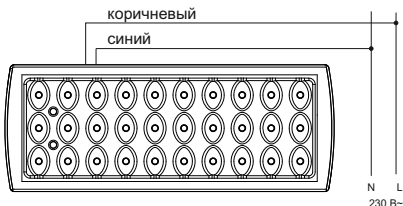

Рисунок 2 – ДПА 2101, ДПА 2104
6.2 Для подключения светильника ДПА 2101 и ДПА 2104 необходимо (рисунок 2):
- подключить сетевой кабель, выведенный из корпуса светильника, к питающей сети согласно цветовой маркировке: коричневый проводник (L) к фазному проводнику сети, синий проводник (N) к нейтральному проводнику сети;